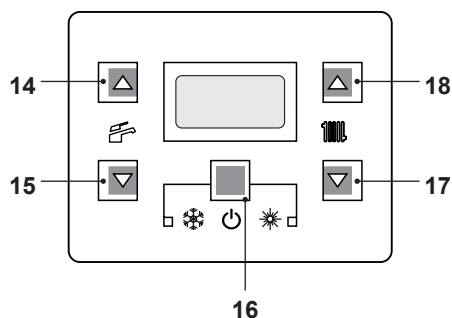
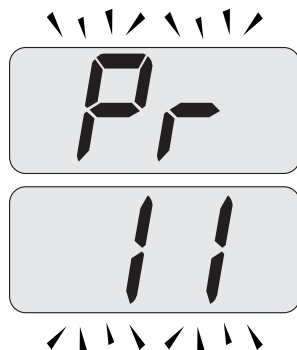
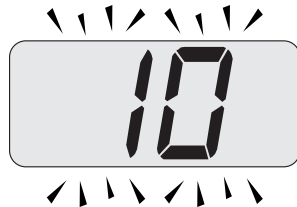

Figura 5.37
Figura 5.39
Figura 5.40
- Entrare in "modalità programmazione" premendo contemporaneamente per 10 secondi i tasti 16 - 17 - 18 (Figura 5.37) fino a far apparire sul display LCD le lettere **Pr** che si alternano con il codice **01**,
- Scorrere i vari parametri utilizzando i tasti 17 o 18 fino a far apparire sul display LCD le lettere **Pr** che si alternano con il codice **11**, indicanti l'entrata nel "parametro 11" (Figura 5.39).
- Premere contemporaneamente i tasti 16 e 18 (Figura 5.37) fino a far apparire sul display LCD il valore del parametro 11 (10=60 secondi) (Figura 5.40).
- Premendo il tasto 16 (Figura 5.37) si ottiene la conferma del valore inserito.
- Premendo contemporaneamente i tasti 16 e 17 (Figura 5.37) si esce senza modificare il valore (ritorno alla lista parametri Figura 5.39)
- Premendo contemporaneamente per 10 secondi i tasti 16 - 17 - 18 (Figura 5.37) si esce dalla "modalità programmazione".